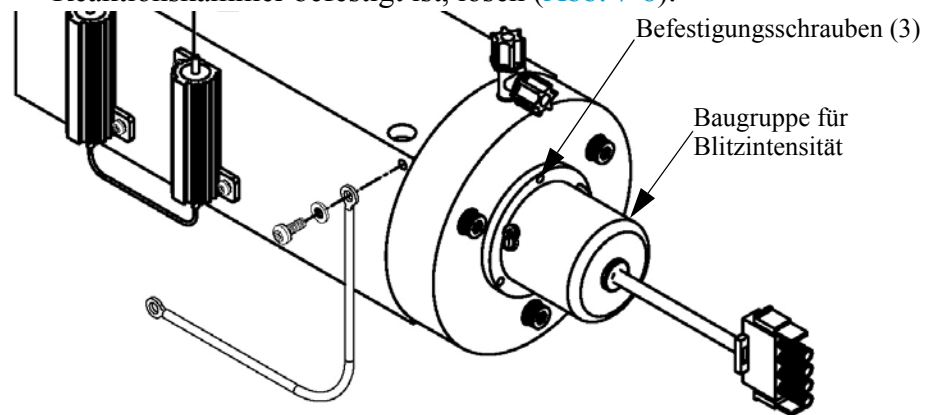

Abb. 7-8. Baugruppe für Blitzlampenintensität tauschen
- Die drei Schrauben, mit denen die Baugruppe an der Reaktionskammer befestigt ist, lösen (Abb. 7-8).